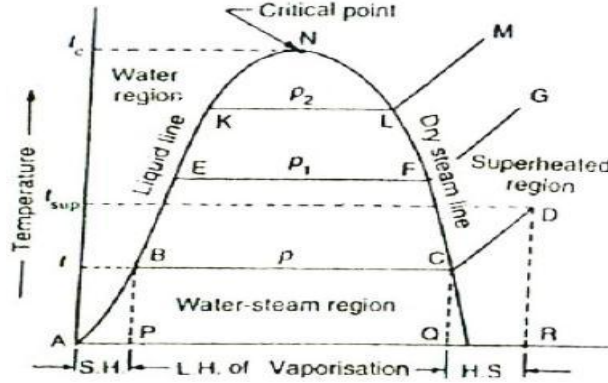

Fig 2.1.2: वाफ उत्पन्नित होण्याच्या प्रक्रियेत वाफेचे तापमान (Temperature) विरुद्ध कुल उष्णता (Total Heat) ग्राफ
वाफेच्या रचनेची प्रक्रिया, ज्याला वरील चर्चेत घेतले आहे, ती एक ग्राफवर प्रतिनिधित (Represented) केली जाऊ शकते, ज्याच्या निकषावर (abscissa) कुल उष्णता (Total Heat) दर्शविली जाते आणि उद्गान (Vertical ordinate) प्रमाणाने तापमान (Temperature) दर्शविला जातो. Fig 2.1.2 मध्ये बिंदू A पाण्याची प्रारंभिक स्थिती (initial condition) 0°C वर दर्शवतो, आणि दाब P (बार) असते. ABCD रेषा, ही खास दाबाच्या वेळेस (Specific Pressure) तापमान आणि उष्णते मधील संबंध (relation) दर्शवते.
स्थिर दाब प्रक्रिया (constant pressure process) दर्शविते. A, B, E, K प्रमाणे गेलेल्या बिंदूमध्ये जाणारी लाइनला संतृप्त द्रव लाइन (Saturated Liquid Line) म्हणतात, ज्यामध्ये पाणी आणि वाफेच्या सीमा (Boundary line) प्रतिष्ठित झाली आहे. तसेच, L, F, C प्रमाणे जाणारी पंक्ती ड्राय संतृप्त वाफेच्या (Dry Saturated Steam) लाइन म्हणतात, ज्यामध्ये ओलसर आणि सुपरहीटेड वाफेच्या सीमा (Boundary line) प्रतिष्ठित झाली आहे. Fig 2.1.2 मध्ये दाखविले जाते की, दाब (Pressure) आणि संतृप्त तापमान (Saturated Temperature) वाढताना, वाफ स्फोट उष्णता (Latent heat of vaporization) कमी होते. जेथे द्रव आणि ड्राय संतृप्त वाफेच्या (Dry saturated steam) लाइन संधीत (Merge) होतात (N), त्यावर वाफ स्फोट उष्णता शून्य होते.